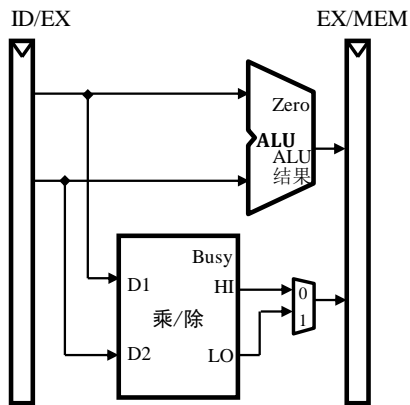

图 1 流水线 EX 阶段的乘/除部件
8. 乘除法部件。为了支持 mult、multu、div、divu、mfhi、mflo、mthi 及 mtlo 这些乘除法相关指令，需要设计独立的乘/除功能部件。该部件位于在流水线的 EX 阶段，如图 1 所示。